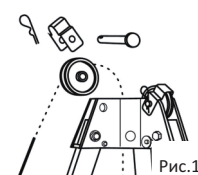

Рис.10
2. После установки лебедки с кронштейном трос укладывается в направляющий ролик на головной части трипода и фиксируется от смещения специальной скобой с фиксирующим штифтом. (рис.10)